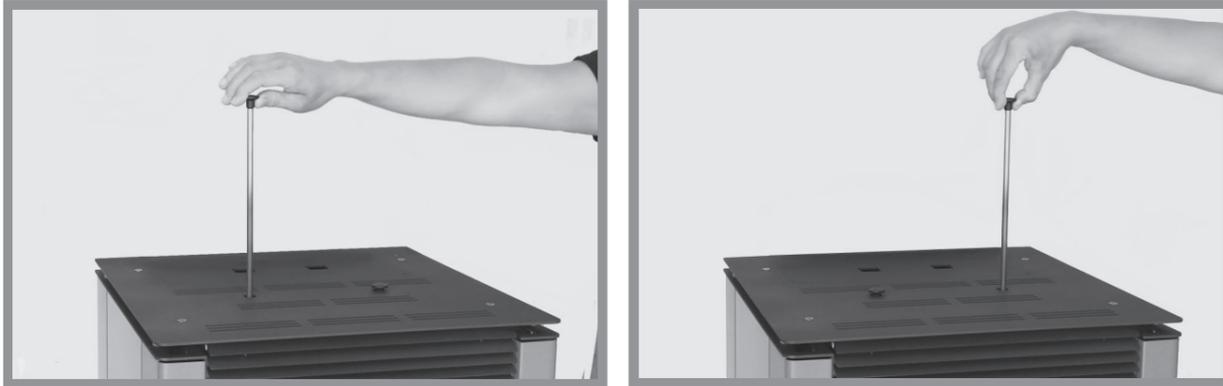

Abb. 12e: Reinigung der Wärmetauscher
5. Auf der Geräteoberseite befinden sich zwei Kunststoffgriffe. Das sind die sogenannten Reinigungsschaber (Abb. 12e). Betätigen Sie die Schaber ca. 2 – 3 Mal täglich hoch, um auch langfristig eine gleich bleibende Wärmeleistung sicherzustellen.